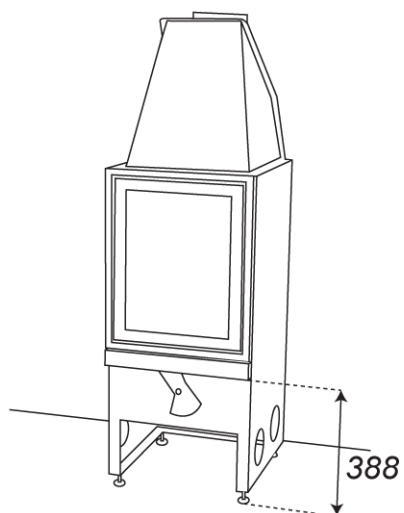

Abbildung 1: Kamineinsatz in Position bringen
3. Den Kaminofen in der richtigen Höhe mit Gabelschlüssel SW 13 durch Verdrehen der Stellfüße einrichten. Die ideale Höhe ist (siehe Abbildung 1) ersichtlich. Stellen Sie bitte zur Kontrolle den Sockel mit der Sockelplatte auf. Die Unterkante der Blende mit Luftregler am Kaminofen kann mit dem Unterbau der Betonverkleidung fugenlos abschließen oder auch ungefähr 1 bis 2 Millimeter höher sein (Achtung: Durch das Verkleben ändert sich die Gesamthöhe minimal: es ist jedoch möglich, den Kaminofen abschließend durch Verdrehen der Stellfüße in die gewünschte Höhe zu justieren).
4. Außerdem ist der Abstand zur Stellwand auf das richtige Maß einzustellen (siehe Abbildung 1).